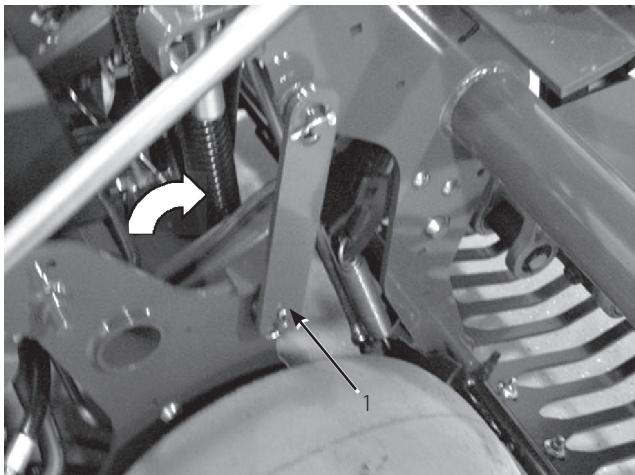

図 22
- ラッチを後ろ向きに回転させて、コアリング・ヘッドのピンにはめ込む（図22）。クリップ・リングで固定する。